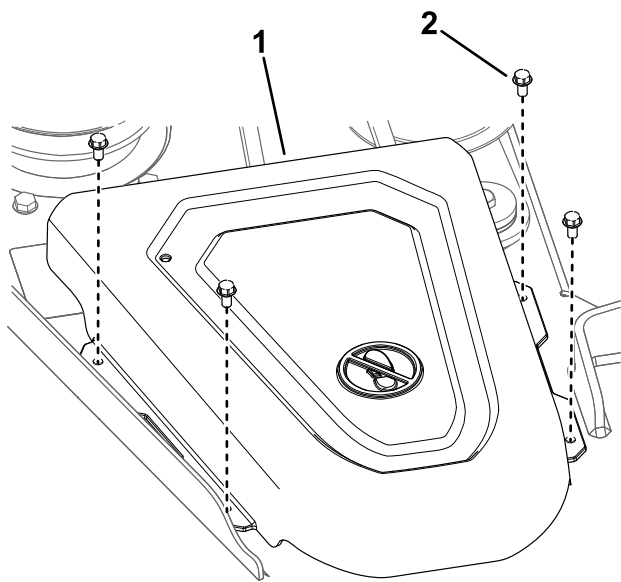

Bild 60
5. Entfernen Sie die Abdeckungen der Riemenscheibe ab (Bild 60).